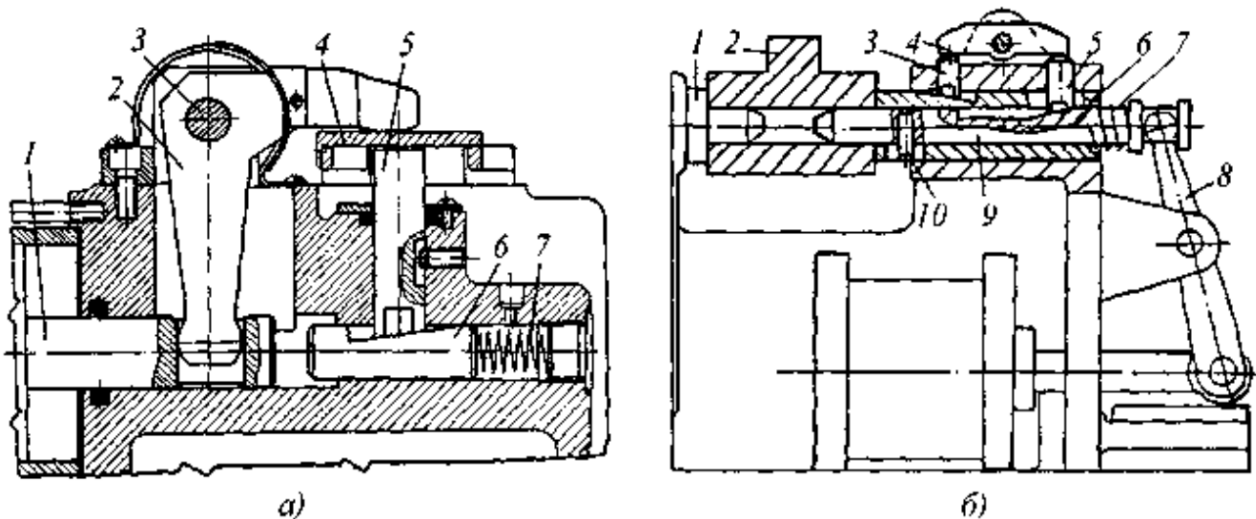

Рис. 2
4. Опишите работу подводимых дополнительных опор, приведенных на рис. 2